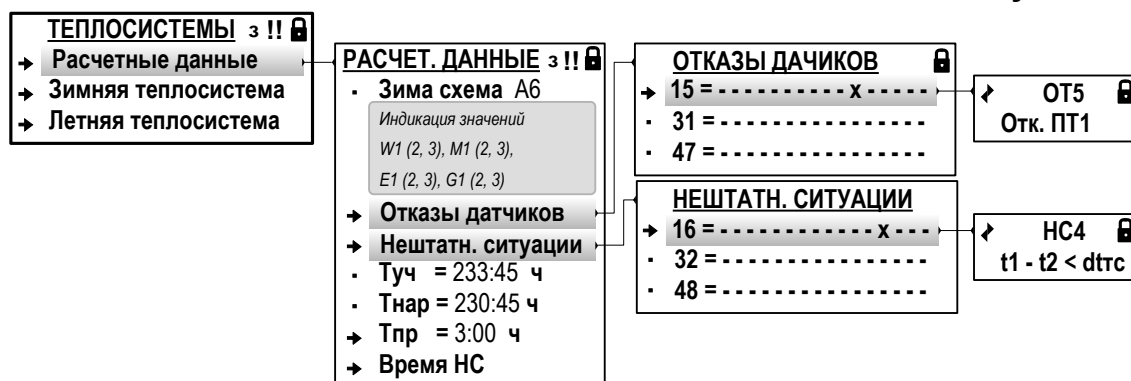

Рис.35. Вид окон индикации отказов датчиков и НС в расчетной теплосистеме (режим РАБОТА).
7.7.4.2. В режиме РАБОТА просмотр возникших отказов и НС в ТС возможен в следующих меню (рис.35):